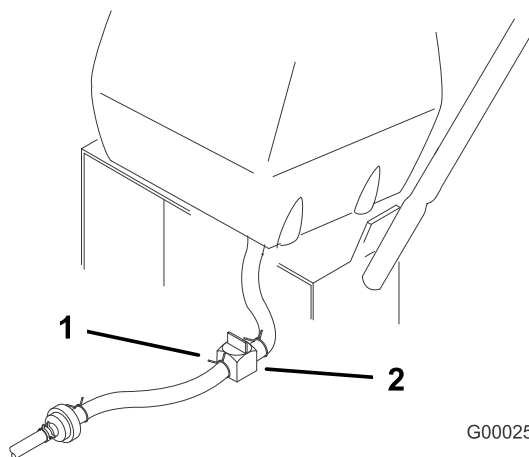

Figure 37
2. Fermez le robinet d'arrivée de carburant sur le réservoir (Figure 37).
3. Pincez les extrémités du collier de fixation et poussez le collier en haut de la conduite d'alimentation, à l'opposé du filtre à carburant (Figure 37).
4. Débranchez la conduite d'alimentation du filtre à carburant (Figure 37). Ouvrez le robinet d'arrivée de carburant et laissez l'essence s'écouler dans un bidon ou un bac de vidange.
3. Fermez le robinet d'arrivée de carburant sur le réservoir (Figure 37).
7. Ouvrez le robinet d'arrivée de carburant sur le réservoir (Figure 37).